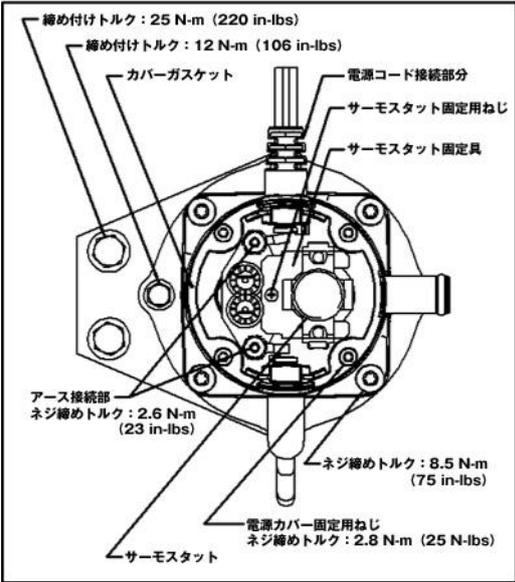
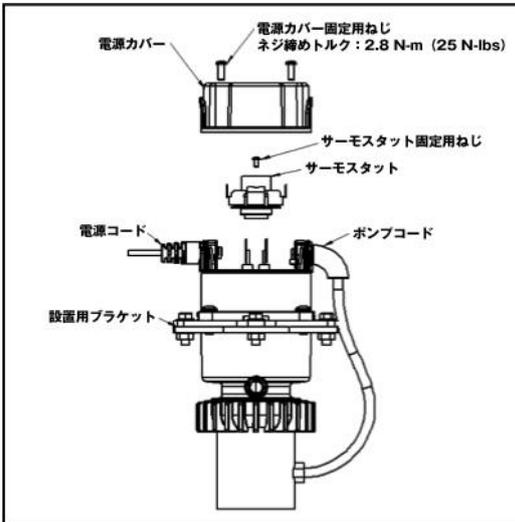

図 3
図 4
2. 電源カバーを固定するねじ(4本)を取り外します(図3、図4参照)。
- A. サーモスタットの交換: 既存のサーモスタットから着脱式コネクターを取り外します。サーモスタット固定具からねじを取り除きます(図3と図4参照)。先ほどと逆の手順で、新しいサーモスタットを取り付けます。
- 各ねじを対角線の順に8.5N-m(75in-lbs)のトルクで締めます(図3参照)。
電源カバー、ガスケットの損傷: 電源カバーを取り付ける前に、ガスケットが土台に正しく納まっていることを確認してください(図3参照)。